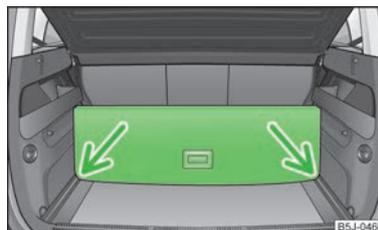

Fig. 49
- Levantar la parte con fijación y asegurarla introduciéndola en las ranuras que vienen marcadas por medio de flechas » fig. 49.